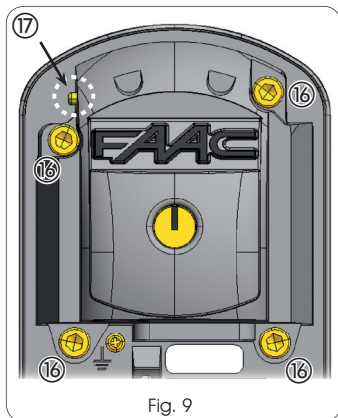

Fig. 9
13. Unire la parte frontale con la parte fissata al muro serrando le quattro viti autoforanti in Fig. 9 rif. 16);
**ATTENZIONE: Controllare che la posizione C corrisponda alla scomparsa del pistoncino rif. 17) in Fig. 9 all'interno del corpo del dispositivo.**
- Join the front part to the part secured to the wall, tightening the four self-forming screws as shown in Fig. 9 ref. ⑰;
**IMPORTANT:** Check if position C corresponds to the disappearance of the piston ref. ⑰ in Fig.9, inside the body of the device.